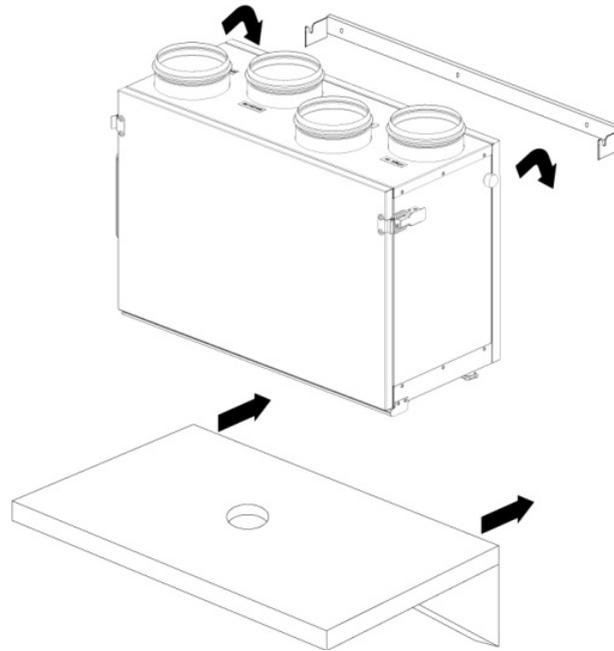

図 16 「アレクサンダー」壁設置例
- ・ユニット側部の上部金具にマウントフレームの溝を引っ掛けることによって、マウントフレームに「アレクサンダー」が引っ掛かります。（図 16 参照）